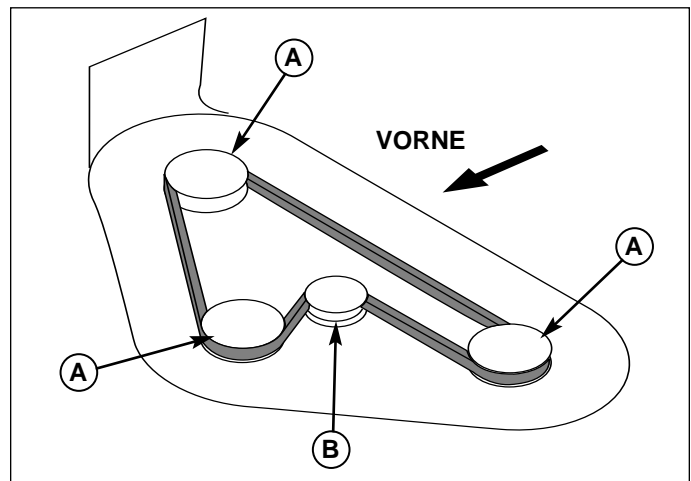

Abb. 44. Riemenführung Mähwerk - Alle Modelle
6. Neuen Riemen, wie in Abb. 44 gezeigt, installieren. Sicherstellen, daß die V-förmige Seite des Riemen in den Scheibenrillen (A) läuft und die flache Rückseite gegen die Riemenscheiben (B).